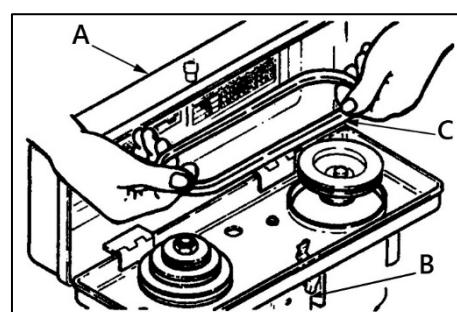

Рисунок 10.
Откройте кожух (A) сверлильной головки (рис. 10), ослабьте ручку-фиксатор натяжения ремня (B), расположенную с правой стороны головки сверлильного станка.